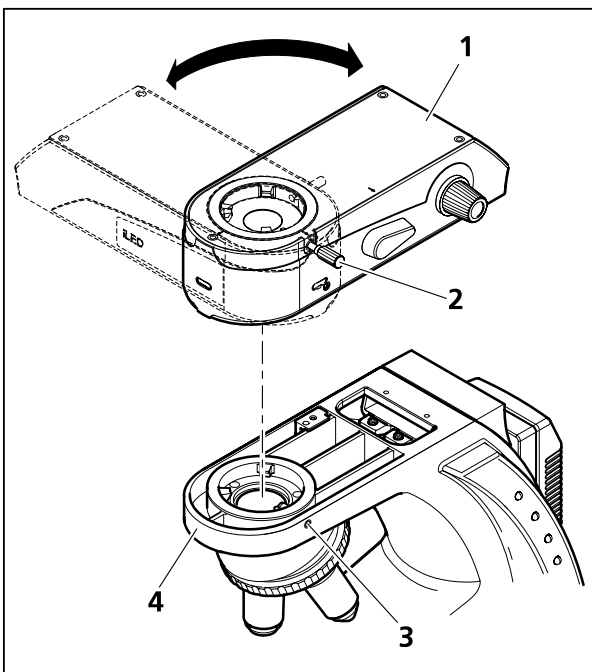

图 8 安装落射荧光装置
- 将落射装置（图 8/1）成直角，通过其环行燕尾槽，略微倾斜装入座架（图 8/4）。
- 将落射装置（图 8/1）水平安放，并通过环行燕尾槽在座架上向后旋转，与座架外缘对齐，然后用无头螺钉（图 8/3）拧紧。
- 装上镜筒并拧紧紧固螺钉（图 8/2），参见章节 3.5.1。